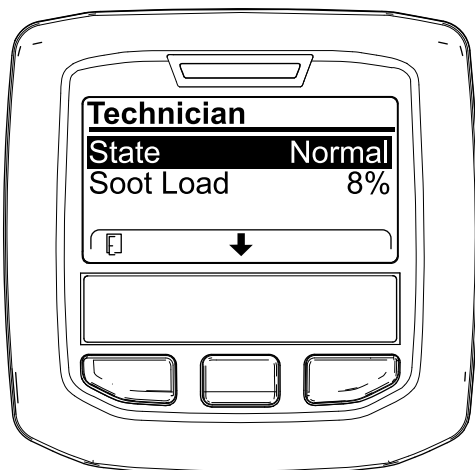

Figura 72
- Utilizai tabelul de operare DPF pentru a înțelege starea actuală a operării DPF (Figura 72).